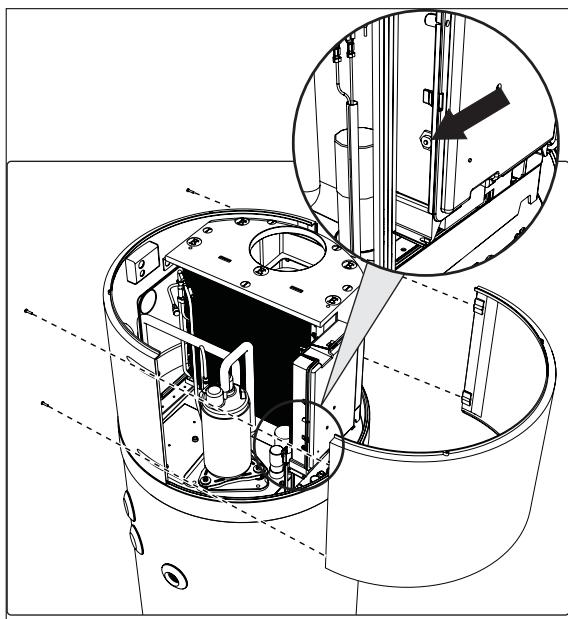

fig. 74- Verwijderen van het voorpaneel
- Verwijder het voorpaneel en reset handmatig de geactiveerde veiligheidsthermostaat (fig. 74). Wanneer de thermostaat wordt geactiveerd, steekt de centrale pen van de thermostaat ongeveer 2 mm uit.